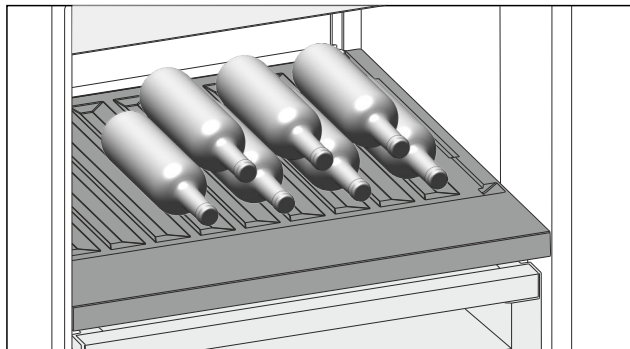

Fig. 213 Ilustrativni primjer
- ▶ Stavite boce s dnom prema stražnjoj stijenci hladnjaka. (pogledajte Fig. 213)